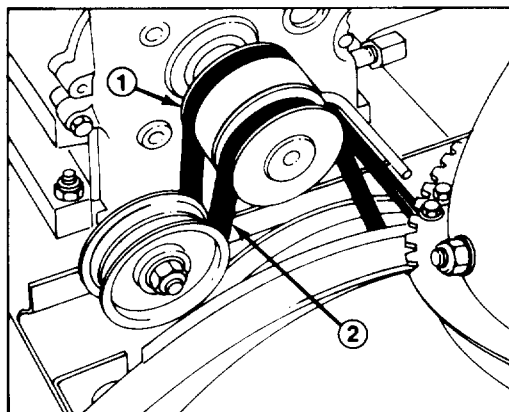
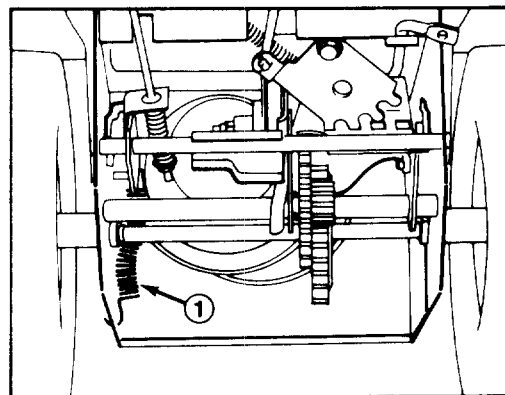

Figure 24
Figure 25
Quand la courroie de commande de tarière et du rotor (Fig. 24) est usée, étirée, saturée d'huile ou défectueuse de quelque manière, il faut la remplacer.
3. Enlevez la courroie de commande de tarière de la poulie du moteur et de la grande poulie de tarière/rotor (Fig. 24).
4. Passez la courroie neuve autour de la grande poulie de tarière/rotor (Fig. 24). Passez ensuite la courroie sur la poulie du moteur en vous assurant que la courroie soit à l'intérieur de la poulie de renvoi et du guide de courroie en fil métallique (Fig. 24).
4. Basculez la déneigeuse pour qu'elle appuie sur le logement de tarière et bloquez-la afin qu'elle ne puisse tomber accidentellement. Enlevez la plaque de protection arrière et dégrafez le ressort de la plaque latérale (Fig. 25).
5. Remettez la déneigeuse en position normale et enlevez la courroie de commande de traction de la poulie du moteur et de la grande poulie de traction (Fig. 24).
6. Passez la courroie neuve autour de la grande poulie de commande de traction (Fig. 24). Passez ensuite la courroie sur la poulie du moteur en vous assurant que la courroie soit à l'intérieur de la poulie de renvoi de traction et du guide de courroie en fil métallique (Fig. 24). Basculez la déneigeuse sur le logement de tarière, bloquez-la et agrafer le ressort à la plaque latérale (Fig. 25). Remettez la plaque de protection arrière en place et remettez la machine en position normale.